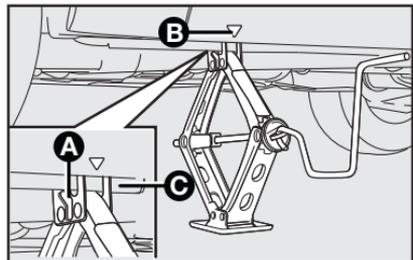

fig. 7
- Coloque el crique en el símbolo **▼ B-fig. 7 o 8** cerca de la rueda que va a cambiar y asegúrese de que la ranura **A** del crique esté bien introducida en el larguero **C**.